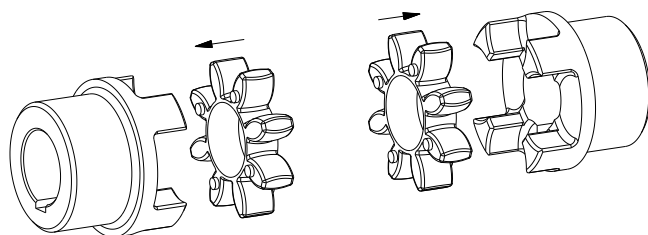

Figura 14: Montaje de las estrellas
- Introduzca las estrellas en las garras de los mangones (véase figura 14).